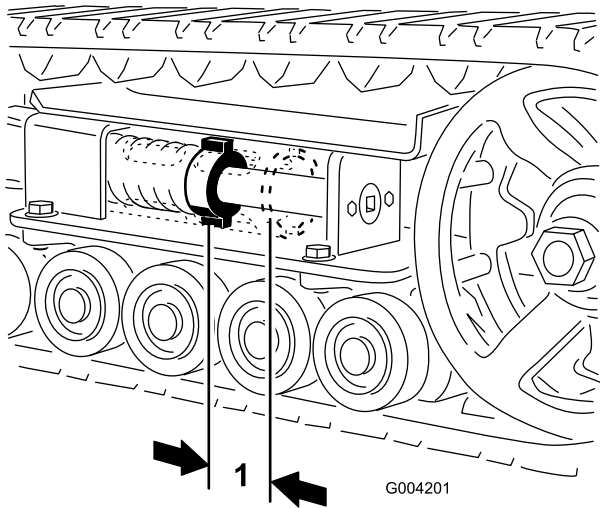

Figure 46
L'écrou de tension et l'arrière du tube de tension doivent être distants de 7 cm (Figure 46). Si ce n'est pas le cas, réglez la tension des chenilles comme suit :
5. À l'aide d'un rochet de 1/2", tournez la vis de tension dans le sens antihoraire jusqu'à obtention d'un espacement de 7 cm entre l'écrou de tension et l'arrière du tube de tension (Figure 46).
12. Tournez la vis de tension dans le sens antihoraire jusqu'à obtention d'un écartement de 7 cm entre l'écrou de tension et l'arrière du tube de tension (Figure 46).
18. Tournez la vis de tension dans le sens antihoraire jusqu'à obtention d'un écartement de 7 cm entre l'écrou de tension et l'arrière du tube de tension (Figure 46).